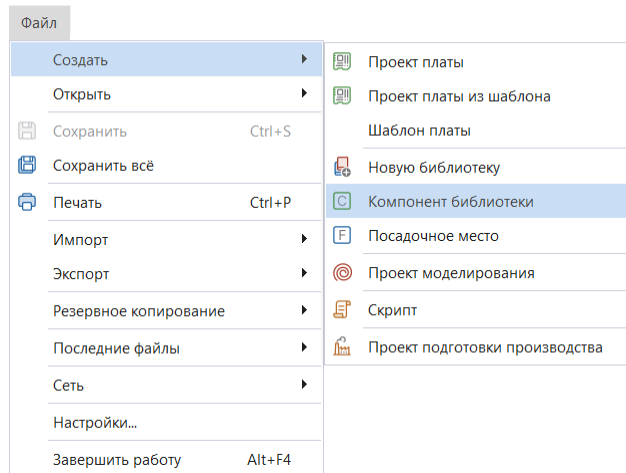

Рис. 188 Создание компонента из главного
1. Выбрать в главном меню «Файл» → «Создать» → «Компонент библиотеки», см. Рис. 188.